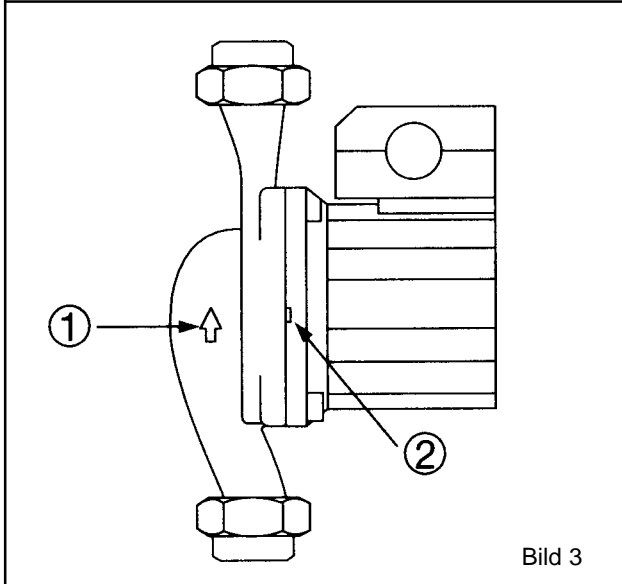

Bild 3
- Rotationspilen på pumphuset anger flödesriktning, (Bild 3, pos. 1).
För enheter som skall isoleras gäller att det endast är pumphuset som skall isoleras. Hålen för kondensvatten på motorflänsen måste förbli öppna. Motorn och kondenshålen måste förbli fria från alla hinder, (Bild. 3, pos 2).